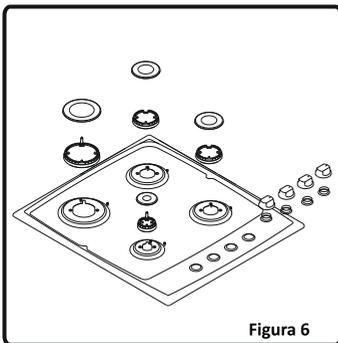

Figura 6
- Remover o queimador e o adaptador (Figura 6).